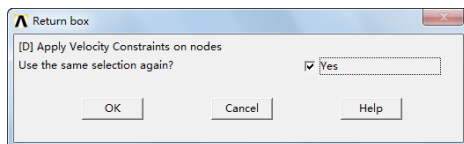

图 9-23 “Return box”对话框
⑧单击“Apply”按钮，会弹出“Return box”对话框，单击“Use the same selection again?”后的方框，如图 9-23 所示，使“No”状态变为“Yes”。
⑭单击“Apply”按钮，会弹出“Return box”对话框，单击“Use the same selection again?”后的方框，如图 9-23 所示，使“No”状态变为“Yes”。